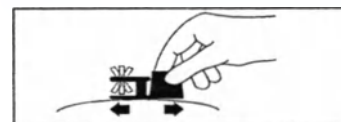

FIGURA 7
d) Siguiendo la dirección de la flecha que se encuentra en el producto, mueva lentamente la base del MAGNA-FINDER™ hacia delante y hacia atrás sobre la superficie del tejido como se muestra en la Figura 7. El imán del MAGNA-FINDER™ indicará la posición del reservorio sobre un plano.